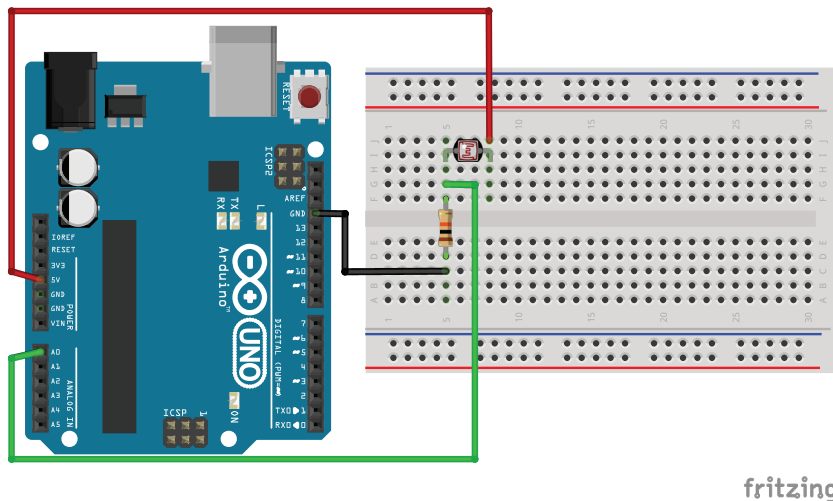

Рис. 13.2. Схема подключения фоторезистора к Arduino
Распространенное использование фоторезистора – измерение освещенности. В темноте его сопротивление довольно велико. Когда на фоторезистор попадает свет, сопротивление падает пропорционально освещенности. Схема подключения фоторезистора к Arduino показана на рис. 13.2. Для измерения освещенности необходимо собрать делитель напряжения, в котором верхнее плечо будет представлено фоторезистором, нижнее – обычным резистором достаточно большого номинала. Будем использовать резистор 10 кОм. Среднее плечо делителя подключаем к аналоговому входу A0 Arduino.
1. Подключаем фоторезистор по схеме на рис. 13.2.